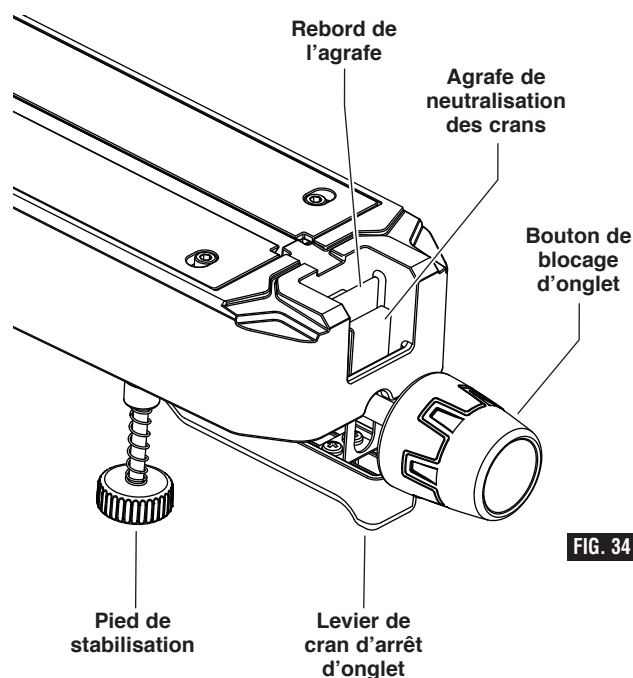

FIG. 34
2. Poussez l'agrafe de neutralisation de crans d'arrêt d'onglet vers l'avant et accrochez-la en place sur le rebord. Relâchez le levier de cran d'arrêt d'onglet (figure 34).